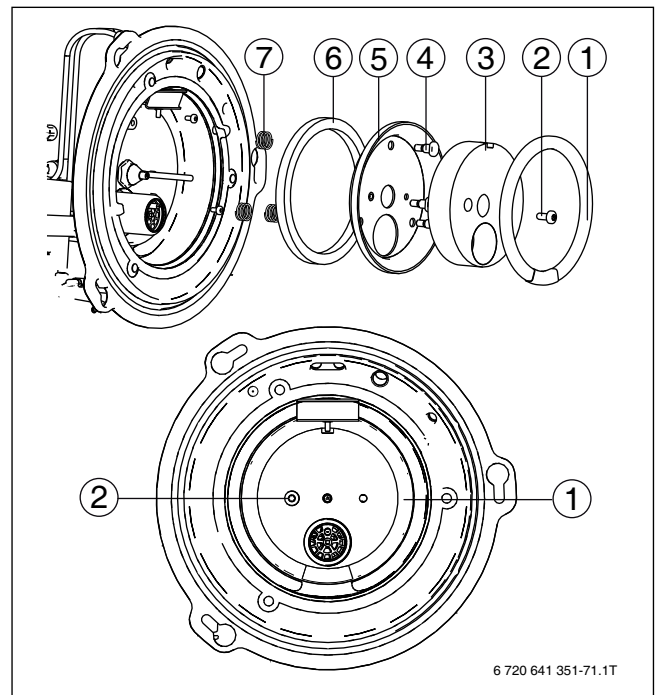

Bild 83 Übersicht Dichtungen
- ▶ Wärmetauscherdichtung (→ Bild 83, [1], Seite 47) abnehmen und wenn erforderlich durch ein Original-Ersatzteil ersetzen.
- ▶ Schraube (→ Bild 83, [2], Seite 47) lösen.
- ▶ Wärmetauscherisolierung (→ Bild 83, [3], Seite 47) und die Wärmetauscherdichtung (→ Bild 83, [1], Seite 47) entnehmen.
Ein leichter schwarzer Belag auf der Isolierung (→ Bild 83, [3], Seite 47) beeinträchtigt nicht die Funktion.
- ▶ Bolzen (→ Bild 83, [4], Seite 47) demontieren.
- ▶ Deckel des Wärmetauschers (→ Bild 83, [5], Seite 47) mit der Mischraumdichtung (→ Bild 83, [6], Seite 47) und den Druckfedern (→ Bild 83, [7], Seite 47) abnehmen.